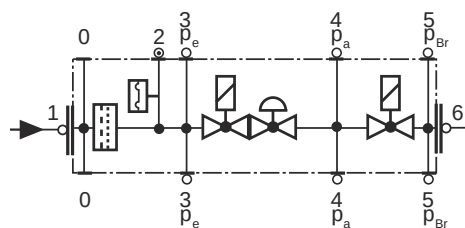

Рис. 60
- Заменять фильтр, если разница давления между точками 1 и 3 (Рис. 60) $\Delta p > 10$ мбар.